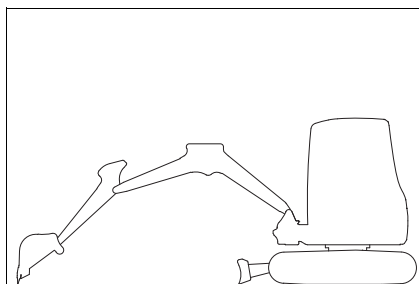

Fig. 289
2. Orientar o sistema de braço centralmente e para a frente (Fig. 289).